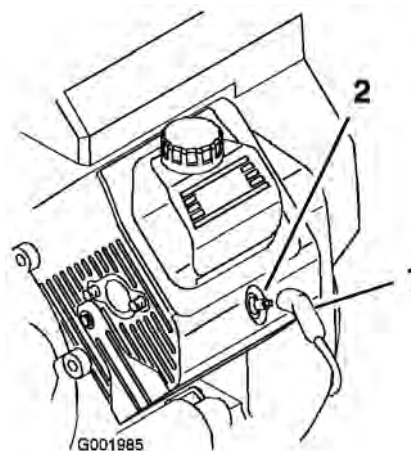

Figura 47
3. Desconecte los cables de las bujías (Figura 47).
3. Conecte los cables a las bujías (Figura 47).